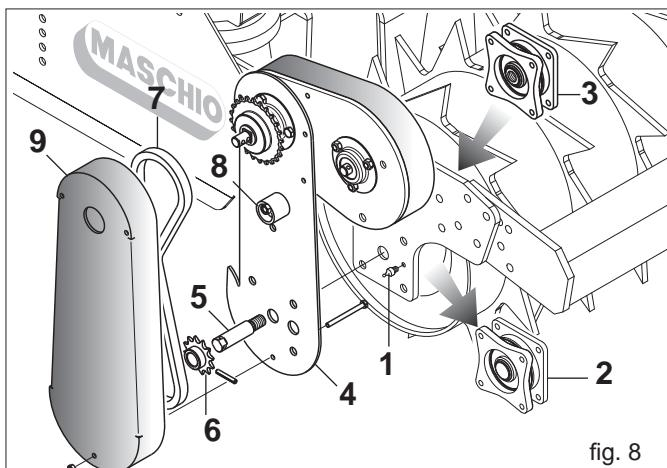

fig. 8
- 1) Smontare l'ingrassatore (1 Fig. 8) ed il cuscinetto flangiato (2), montato sul lato sinistro del rullo, togliendo le quattro viti di fissaggio.
- 3) Assemblare i particolari (3) e (4) (Fig. 8) sulla fiancata del rullo, utilizzando le quattro viti di fissaggio.
- 4) Avvitare l'asse (5) sul cuscinetto flangiato (3).
- 6) Montare la catena di trasmissione (7) tensionandola con l'apposito tendicatena (8).
- 7) Proteggere il gruppo trasmissione con l'apposito carter (9).